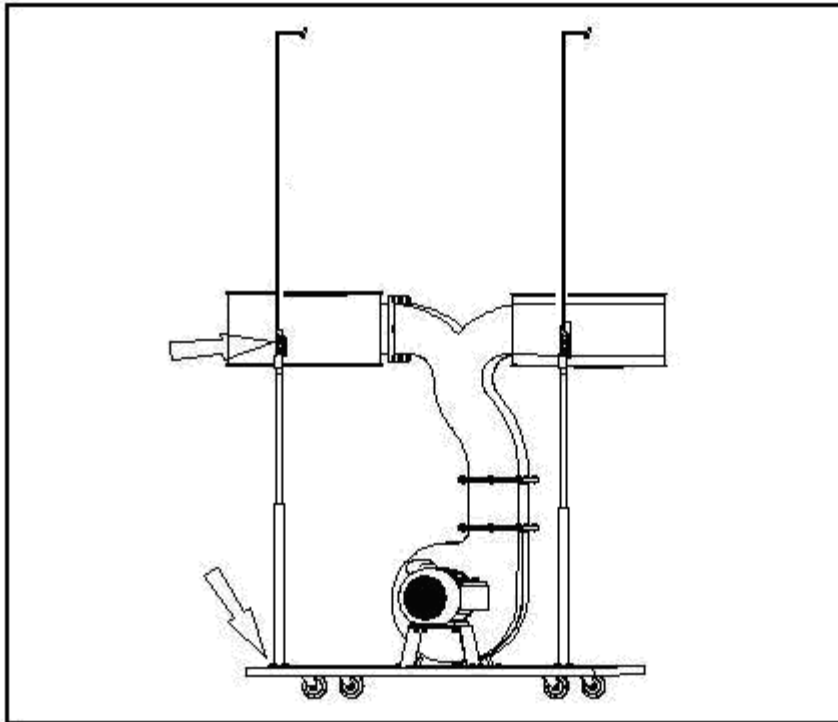

Fig 6
Installez les deux supports de collecteur (F) et les deux supports de sac supérieur (E) comme illustré à la Fig 6.